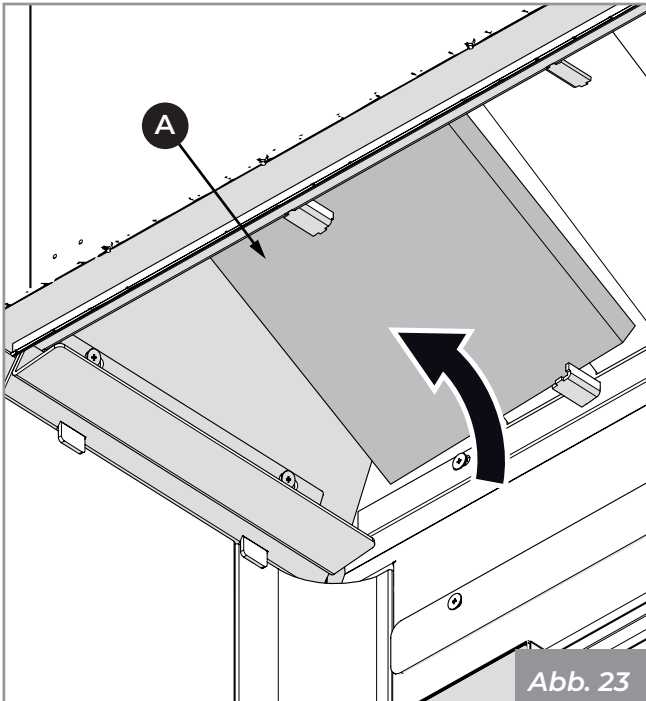
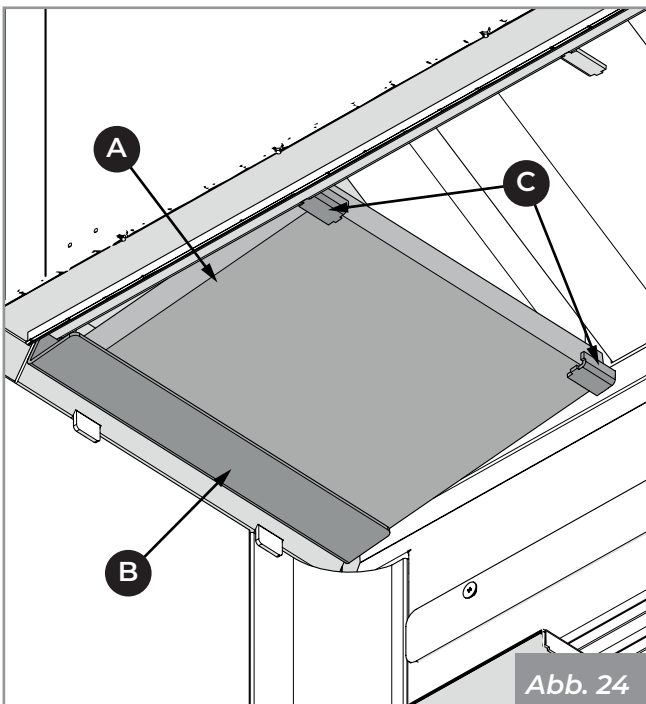

Abb. 23
Abb. 24
- 1) Positionieren Sie den unteren Deflektor (A) (Abb. 23) auf den Halterungen (B und C) (Abb. 24).